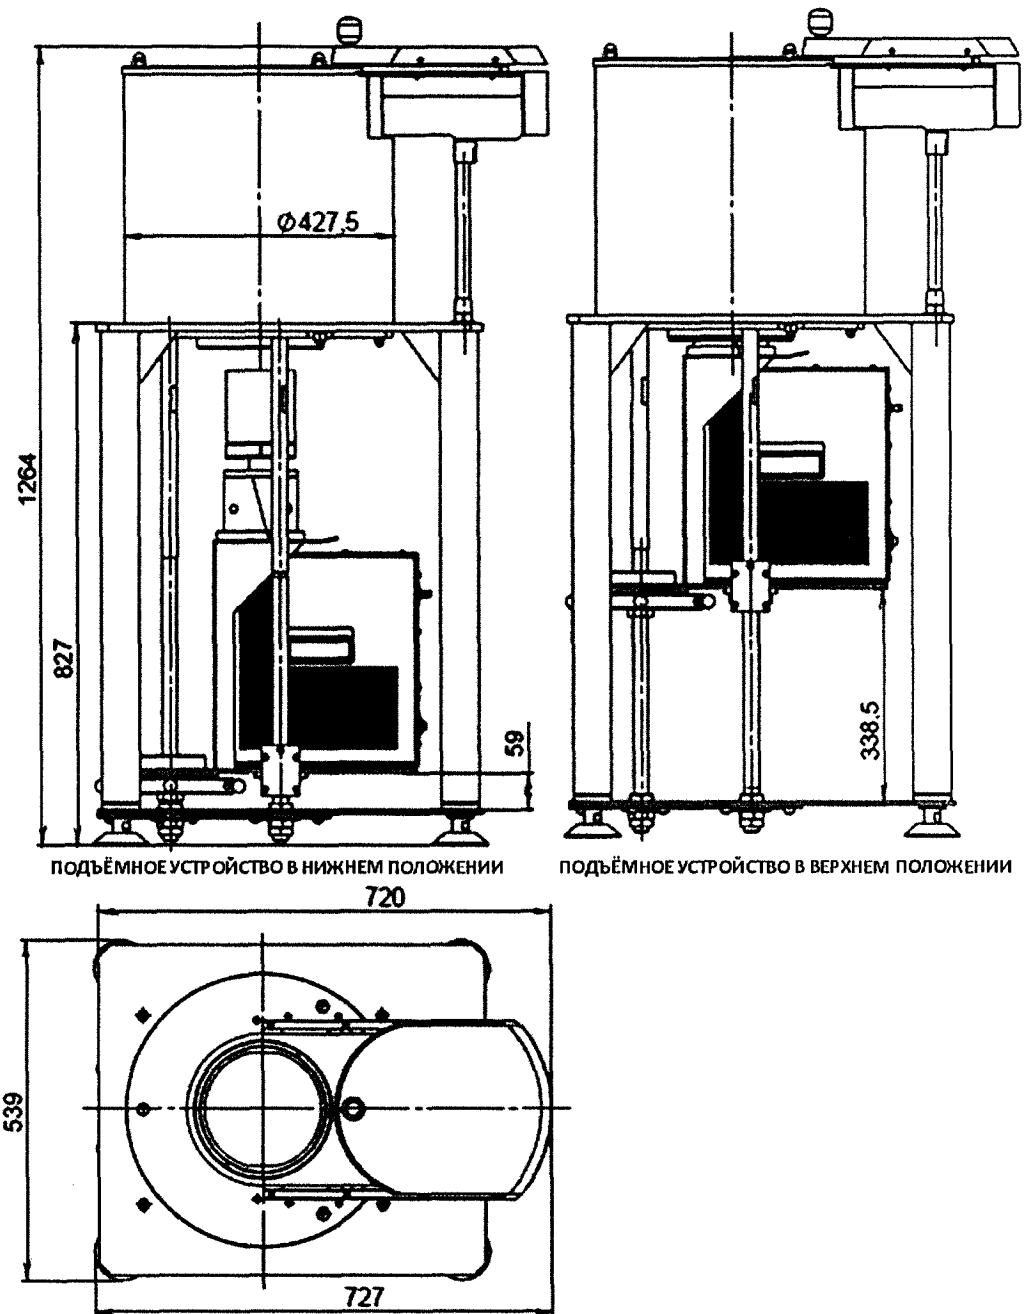
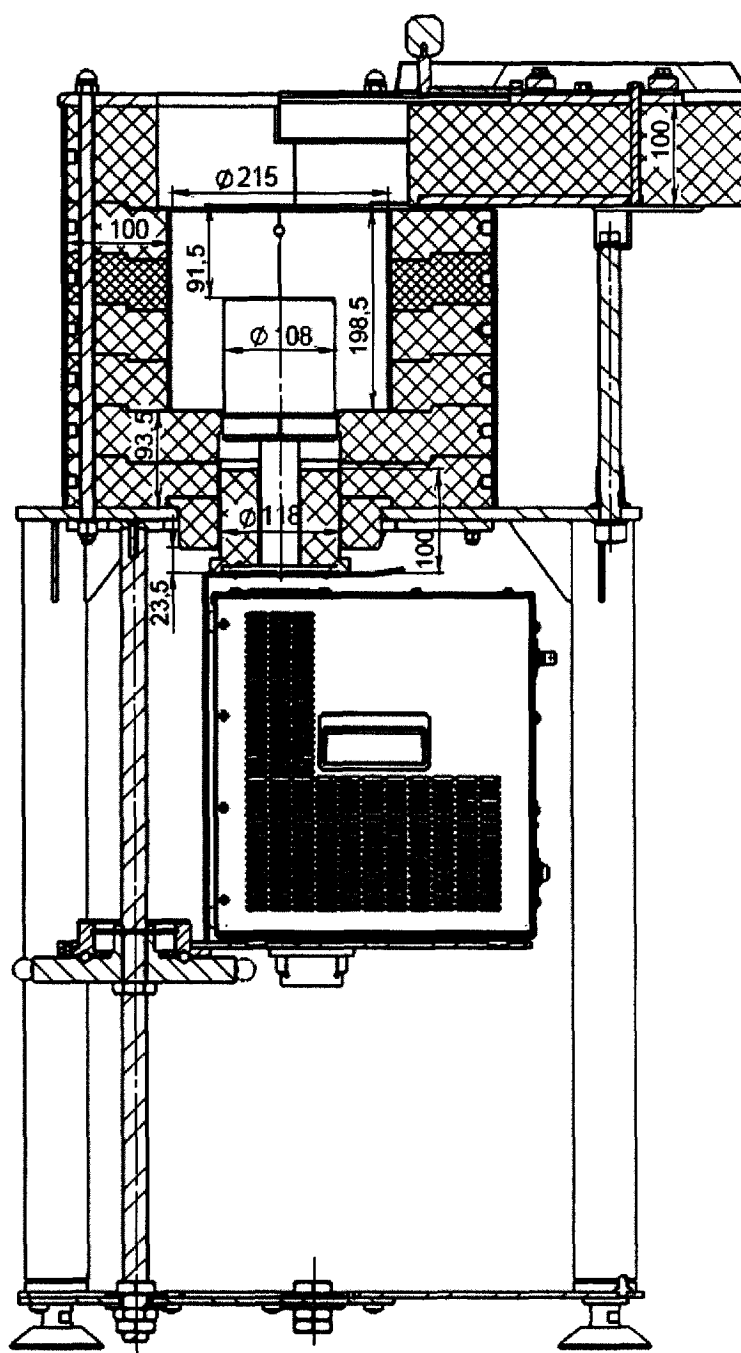

Рис. 14. Габаритные размеры БД и свинцовой защиты для устройства типа Monolith.
Рис. 15. Габаритные размеры БД и свинцовой защиты для устройства типа Monolith (продолжение).
1.5.26.3. Второй вариант охлаждения БД - криокулер, работающий по принципу цикла Стирлинга, обеспечивает охлаждение детектора до 80 К. Для Эко ПАК-02 возможна поставка в варианте единого устройства «Monolith» с детектором ОЧГ и предусилителем, охлаждаемыми криоохладителем Стирлинга с пульсирующей трубкой и встроенным криоконтроллером. В этом же варианте исполнения комплекса может быть использована свинцовая защита и СУ Multispectrum HYBRID («MS HYBRID») или BOSON. Габаритные размеры БД и свинцовой защиты представлены на Рис. 14 и Рис. 15 в разных проекциях.